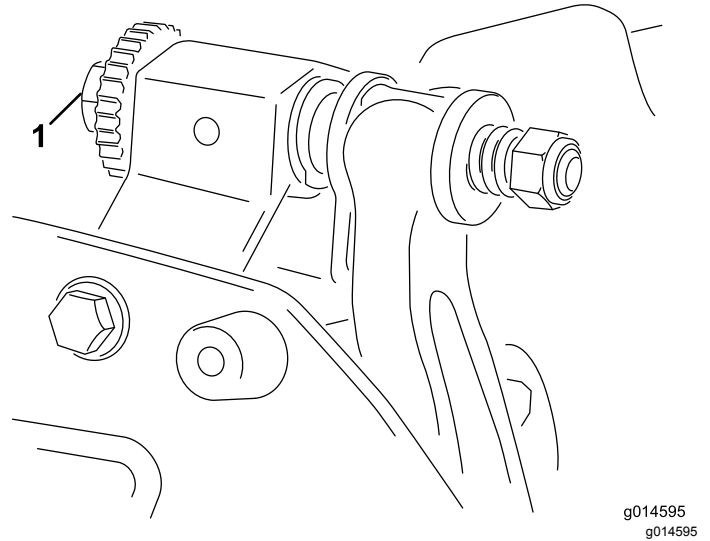

Figura 9
- A. Gire los tornillos de ajuste de la barra de asiento en sentido horario (Figura 9), un
6. Gire el tornillo de ajuste derecho de la barra de asiento (**Figura 9**) hasta que note una ligera presión en el suplemento al moverlo de un lado a otro. Retire el suplemento.